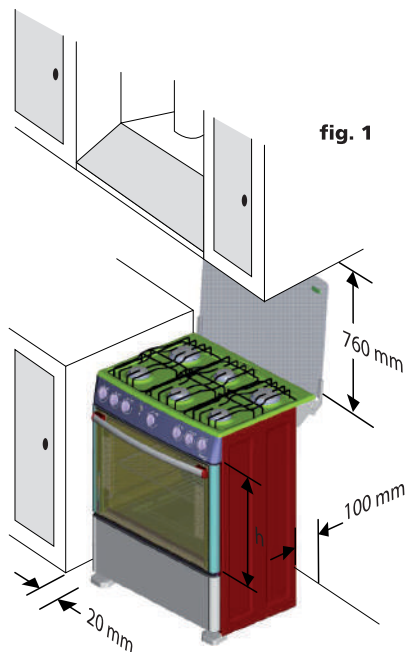

fig. 1
1. Respete las dimensiones mostradas en los dibujos para la instalación de la estufa. (**fig. 1**)